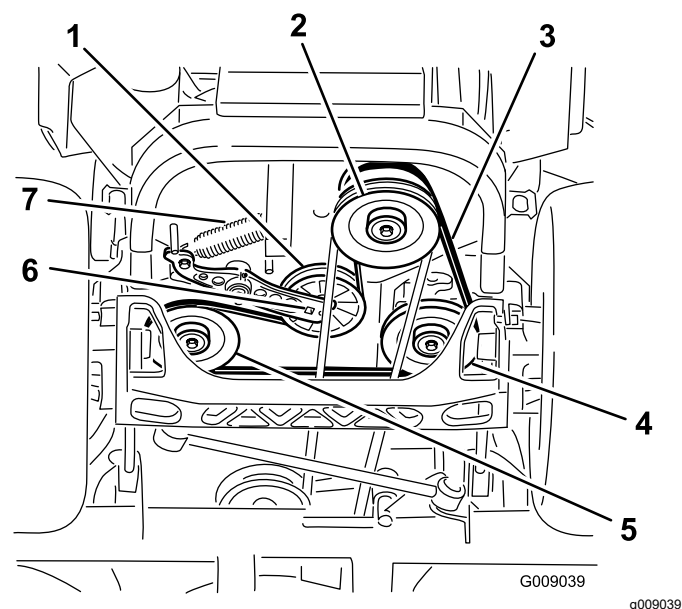

Figure 83
4. Soulevez la machine sur des chandelles (Figure 83).
5. Insérez un rochet dans le trou carré du bras de la poulie de tension pour déposer le ressort de la poulie de tension (Figure 83).
6. Décrochez le ressort de tension sur le cadre (Figure 83).
9. Insérez un rochet dans le trou carré du bras de tension pour installer le ressort de la poulie de tension sur le cadre (Figure 83).